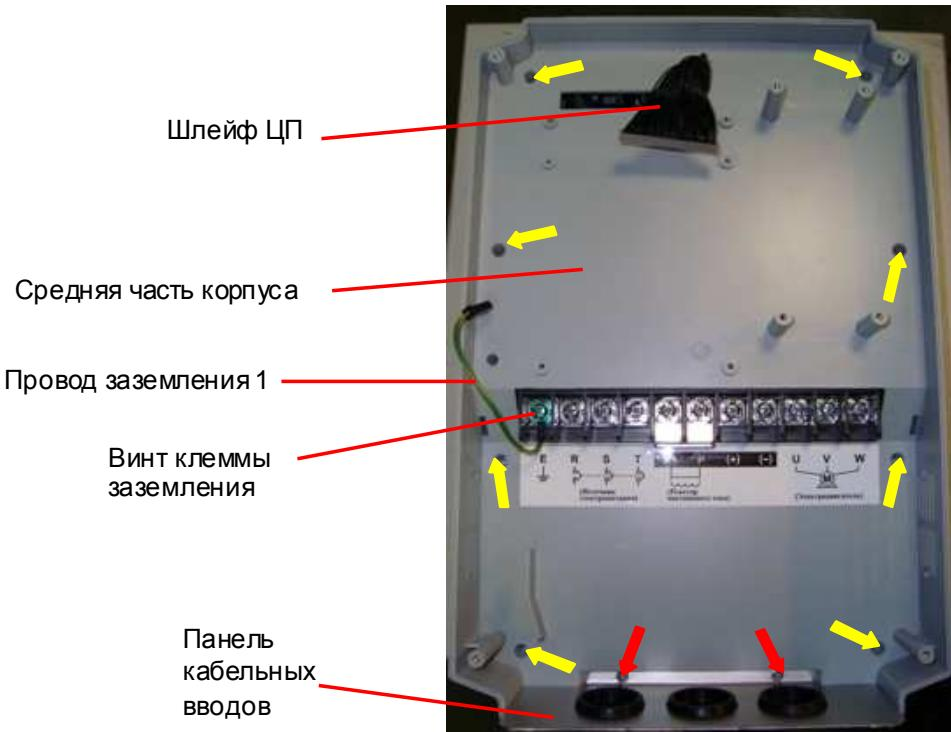

Рис. 7.20
7.11.1. Установить среднюю часть корпуса, предварительно пропустив шлейф ЦП через отверстие в корпусе (рис. 7.20).
7.11.2. Прикрутить среднюю часть корпуса восьмью винтами (рис. 7.20, жёлтые стрелки).
7.11.3. Установить панель кабельных вводов и прикрутить ее двумя винтами (рис. 7.20, красные стрелки).
7.11.4. Вкрутить винт клеммы заземления, подложив под него наконечник провода заземления 1 (рис. 7.20).